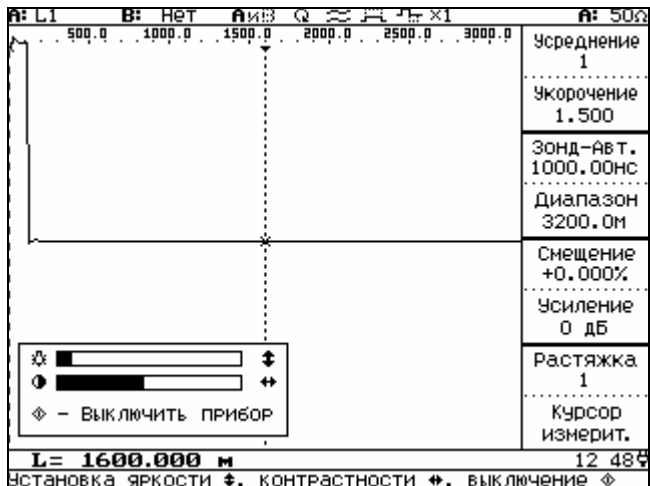

Рисунок 6.5
**6.3.5 Выключение прибора, изменение яркости и контрастности** отображения выбирается нажатием кнопки ,  / . В левом нижнем углу появится меню (рисунок 6.5).